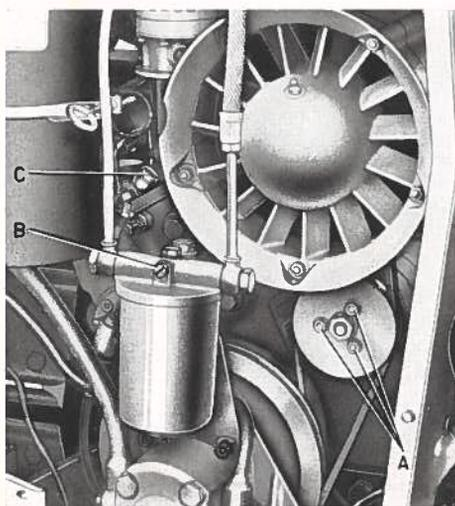

Fig. 19
- 3) Expulser les bulles éventuelles d'air présentes dans les tubulures du combustible dévissant la vis d'écoulement B (fig. 19) sur la pompe d'injection. Mettre en fonction la pompe électrique d'alimentation, au moyen de l'introduction de la clé de contact, dans le commutateur, la laisser fonctionner jusqu'à ce que le combustible sorte des trous B et C sans aucune bulle d'air. A opération terminée, revisser les vis susdites.
Pour le réglage, dévisser les trois écrous A (fig. 19 page 23) enlever la demie-poulie et les épaisseurs intérieures et les mettre à l'extérieur sous les écrous.